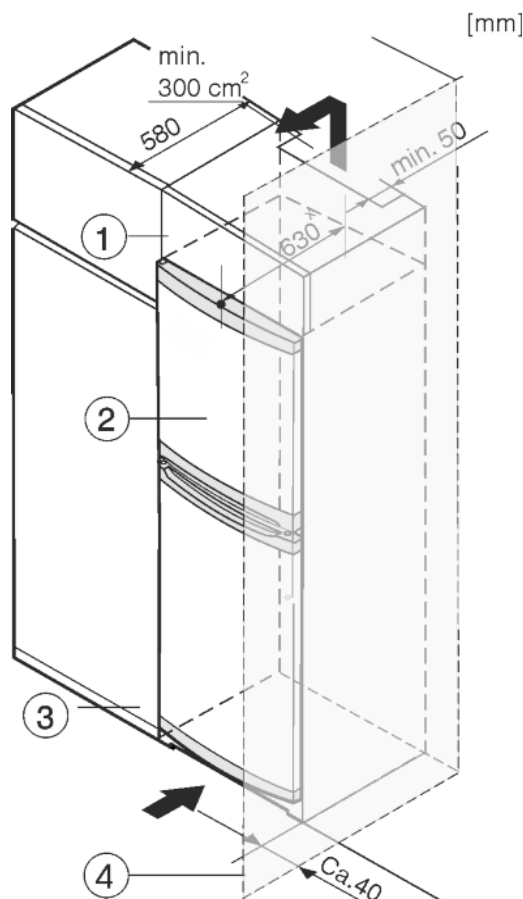

Fig. 8
L'apparecchio può essere incassato in mobili da cucina. Per adattare l'apparecchio Fig. 8 (2) all'altezza della cucina componibile, è possibile applicare sopra l'apparecchio un mobile da appoggio Fig. 8 (1).
Si la cocina posee armarios (profundidad máx. 580 mm), el aparato se puede colocar directamente junto al armario de cocina Fig. 8 (3). El aparato sobresale 34 mm * por los lados y 50 mm * en el centro del aparato respecto al frente del armario de cocina.
Se l'apparecchio con cerniere viene installato accanto ad una parete Fig. 8 (4), la distanza minima fra l'apparecchio e la parete deve essere almeno di 40 mm, che corrisponde alla sporgenza della maniglia con la porta aperta.